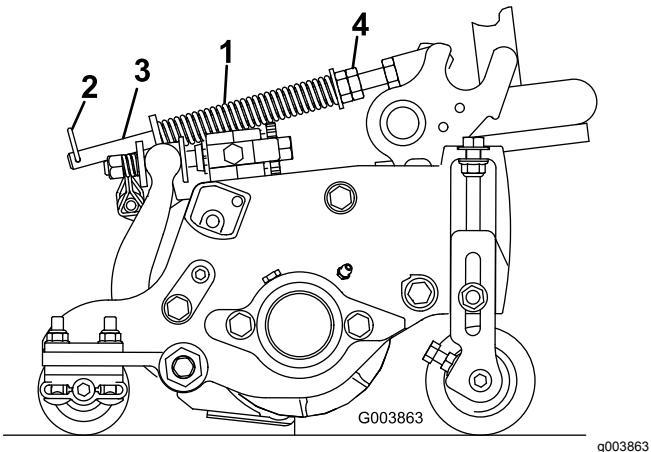

Figura 15
La molla di compensazione del manto erboso (Figura 15) trasferisce inoltre il peso dal rullo anteriore a quello posteriore, per contribuire a ridurre l'onduzione del manto erboso, detta anche fluttuazione o bobbing.
- Verificate che la coppia sia montata nel foro posteriore dell'asta della molla (Figura 15).
- Serrate i dadi esagonali sulla parte anteriore dell'asta della molla fino a ridurre la lunghezza compresa della molla a 12,7 cm sugli elementi di taglio da 12,7 cm del Reelmaster 5410, oppure a 15,9 cm sugli elementi da 17,8 cm del Reelmaster 5510; fate riferimento alla Figura 15.